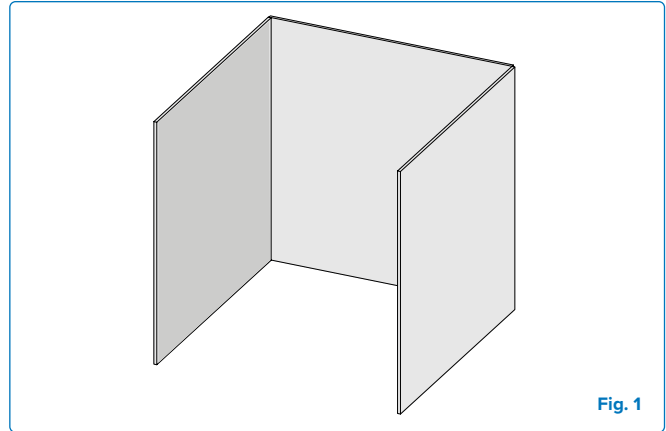

Fig. 1
- Un aparato se considera al aire libre si está instalado en un espacio rodeado por paredes en tres lados, pero sin cubierta superior. **(Fig 1)**